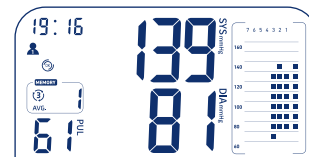

Figura 5
- Se l'ultima misurazione eseguita è stata una tripla, viene visualizzato il valore medio della misurazione tripla con "AVG" e con il simbolo della misurazione tripla. Il valore medio di una misurazione tripla viene calcolato dalle due ultime misurazioni. Il risultato della prima misurazione viene scartato durante il calcolo. Il diagramma a barre mostra nella colonna di destra il valore medio della misurazione tripla. Nelle colonne 1-3 è possibile vedere i risultati delle singole misurazioni (Figura 5).